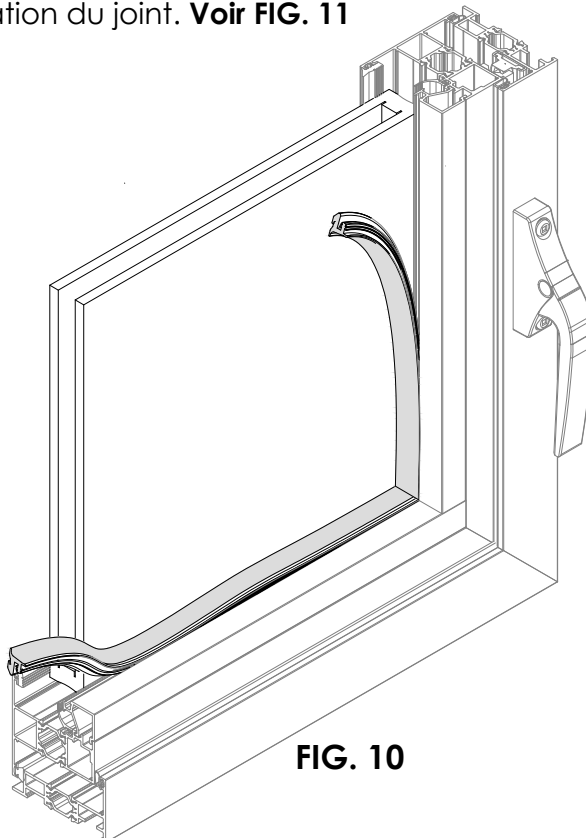

FIG. 10
- c. Insérer le joint d'étanchéité du vitrage en commençant à une extrémité et répéter l'opération tous les 16 pouces. S'assurer que l'autre extrémité du joint est insérée avant de dérouler le reste du joint. **Voir FIG. 10.** On peut utiliser de l'eau savonneuse pour faciliter l'installation du joint. **Voir FIG. 11**